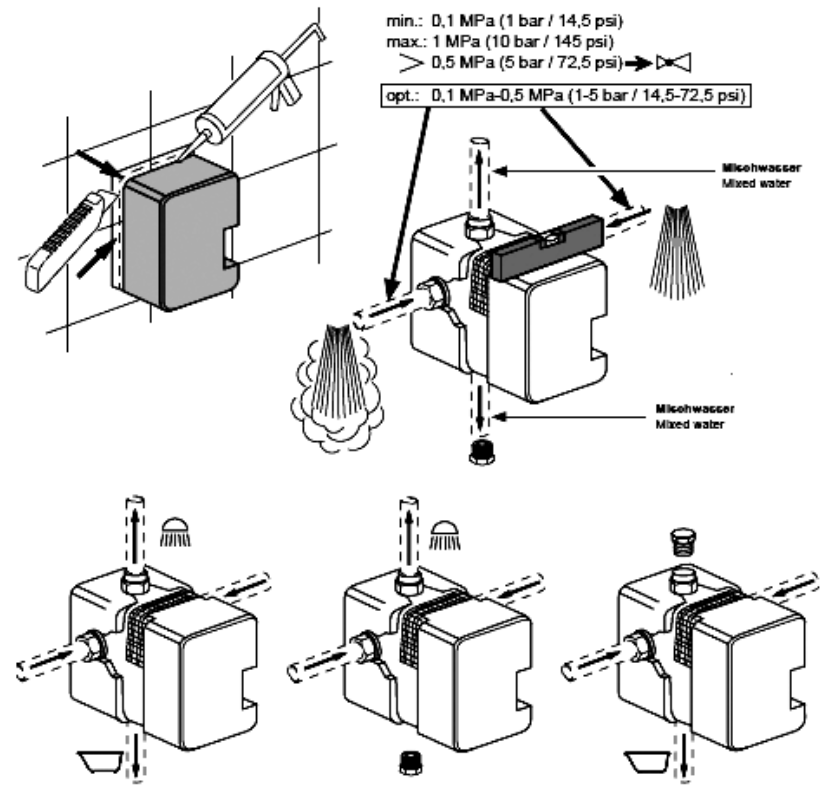

Рис.1.
1. Установите смеситель, снабженный защитным коробом, как показано на рис.1. в подготовленное место для установки. Диапазон глубины установки (допуски по монтажу) обозначены как «min» и «max». Подключите смеситель к системе водоснабжения. Удалите защитный короб.